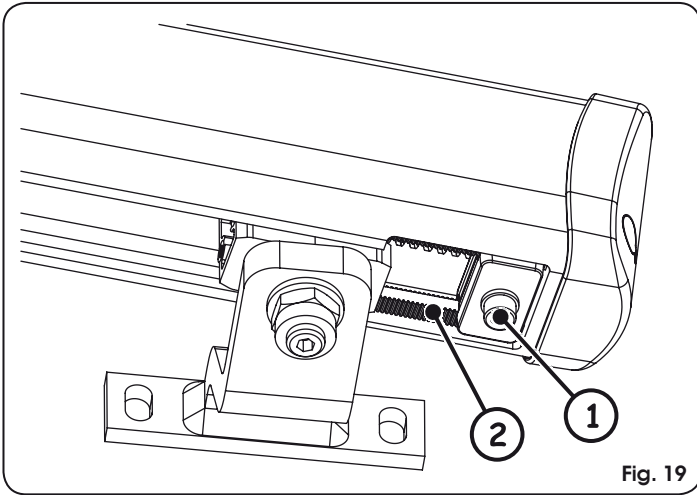

Fig. 19
- Die Befestigungsschraube, Abb. 19 – Bez. ①, lockern. Es ist nicht erforderlich, die Schraube vollständig abzunehmen.
⚠ Der mechanische Anschlag arbeitet gekoppelt mit einem Zahnsegment, Abb. 19 Bez. ②. Bei Behinderungen während der Bewegung sicherstellen, dass die Kupplung frei ist. KEINE GEWALT ANWENDEN.